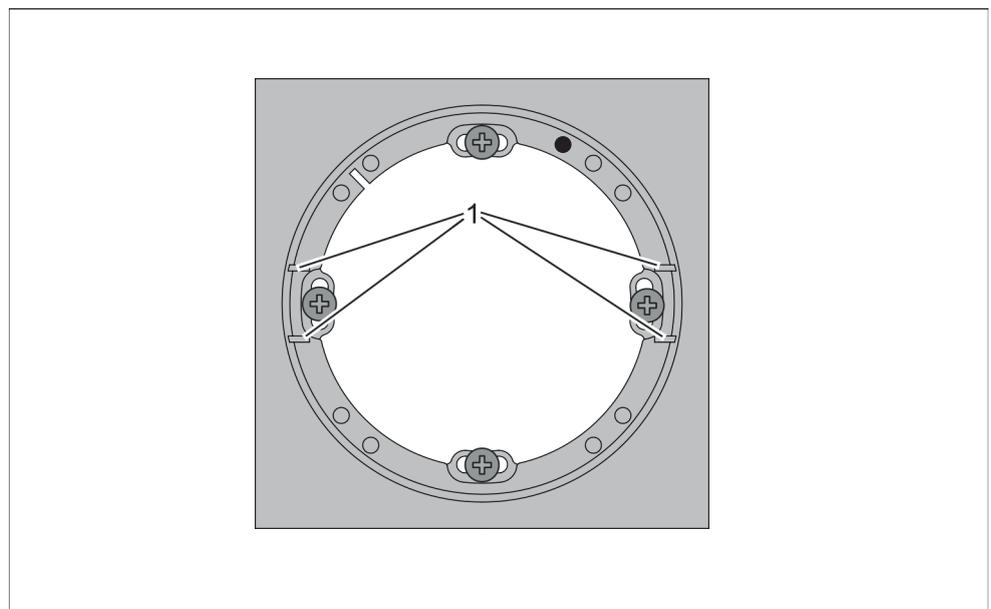

Fig. 9 : Cadre
2. Visser le cadre du WT 210 / WT 210 BLE au boîtier d'interrupteur pré-installé. Veiller à ce que le marquage noir en haut à droite et les rails de support (Fig. 9/1) pour le lecteur se trouvent à droite et à gauche.